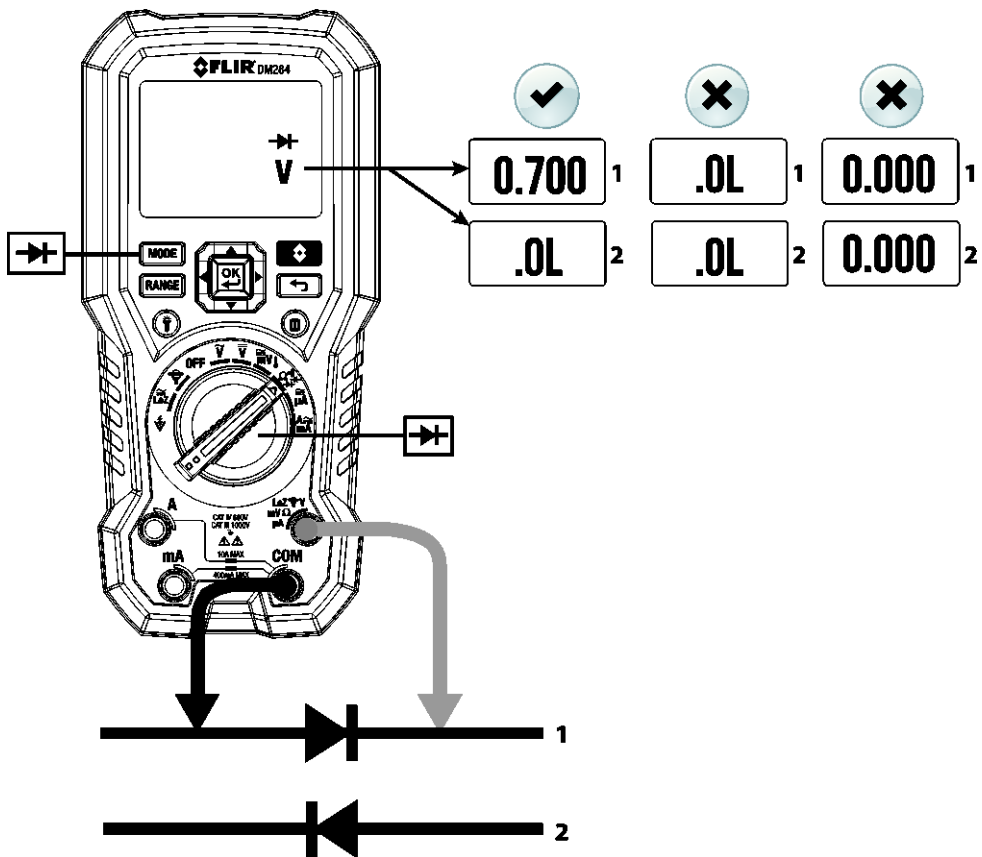

图 7-4 典型二极管测试
4. 在两极(方向)依次触摸跨接被测二极管或半导体结的探头尖端(如图 7-4 所示)。
5. 如果在一个方向读数介于 0.400V 和 0.800V 之间，而在相反方向过载 (OL)，则表明组件良好。如果在双向测量值均为 0V（短路）或者过载（断路），则表明组件发生故障。